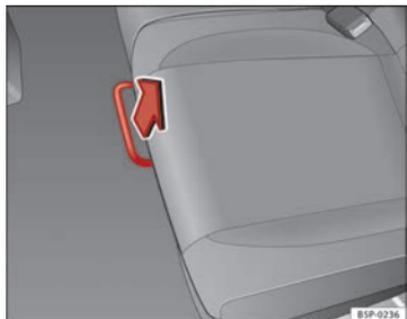

Fig. 95 Leva di sblocco del sedile posteriore
- Nella posizione a sedere, sbloccare la leva nel senso della freccia ⇒ fig. 95.